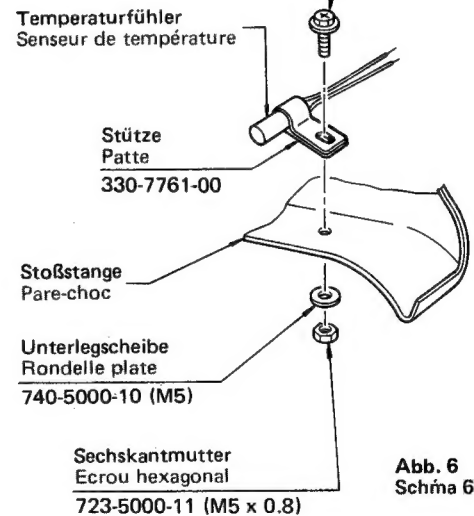

Abb. 6
2. Wählen Sie eine Stelle der Stoßstange an der sich nicht so leicht Schmutz festsetzen kann, und befestigen Sie die Stütze (330-7761-00) mit einem Doppelfalz-Sechskantbolzen (M5x0,8x16) (734-5016-31), einer Unterlegscheibe (M5) (740-5000-10) und einer Sechskantmutter (M5x0,8) (723-5000-11). (Siehe Abb. 6.)